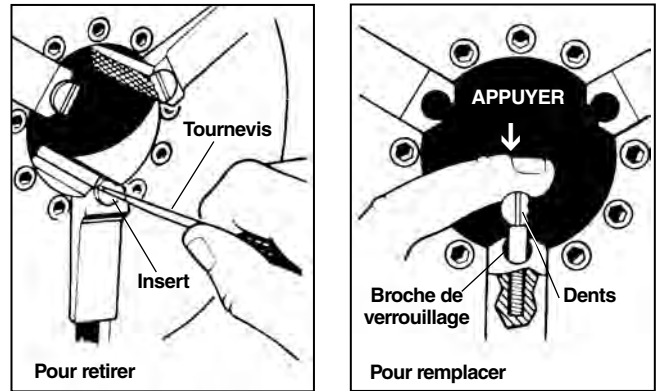

Figure 33 – Remplacement des inserts de mâchoire
1. Utilisez un tournevis pour tourner l'insert de 90 degrés d'un côté ou de l'autre, puis retirez l'insert (Figure 33).
2. Positionnez l'insert latéralement sur la broche de verrouillage, puis enfoncez-le à fond (Figure 33).